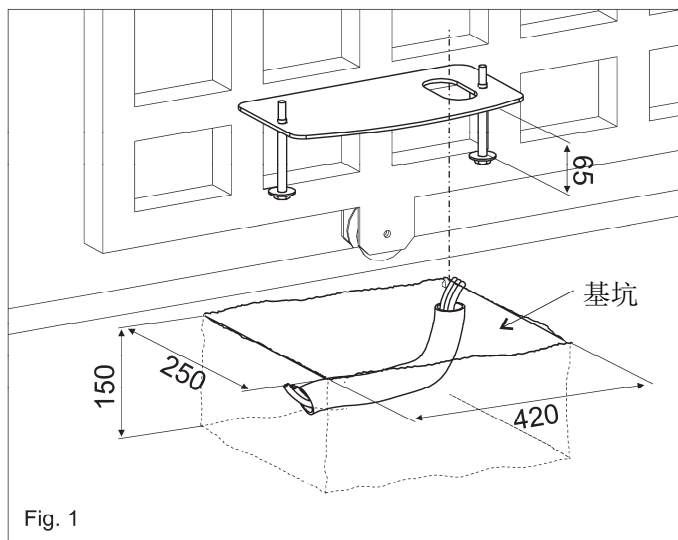

Fig. 1
2.1. 按(图1所)示准备基坑。基坑将灌注水泥以便把预埋螺丝和底座固定。